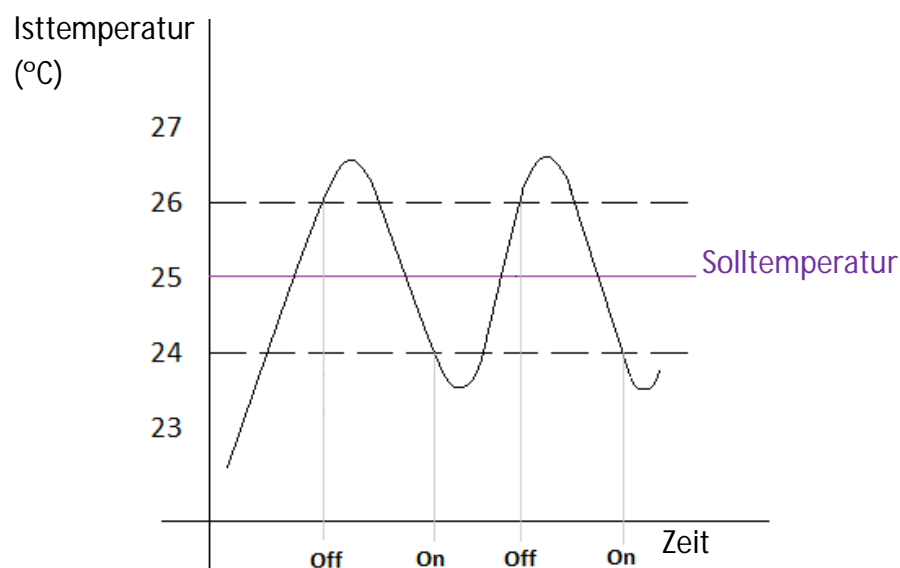

Bild 2.1 Typische Heizkurve einer 2-Punkt-Regelung mit Hysterese.
*Wie im Bild 2.1 zu erkennen, wird bei diesem Prozess eine Heizkurve im dafür typischen Format erzeugt.*